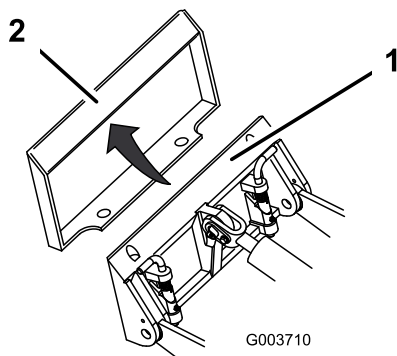

Bild 9
4. Setzen Sie die Befestigungsplatte in die obere Lippe der Aufnahmeplatte am Anbaugerät (Bild 9).